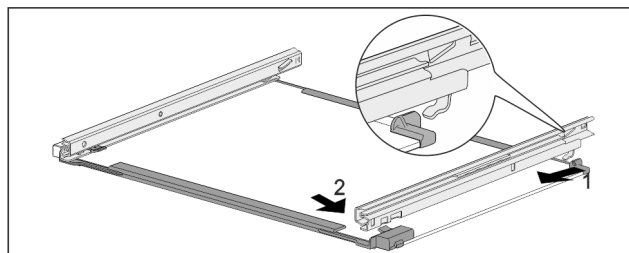

Fig. 174 Płyta szklana z szynami
- Zaczepić szynę z tyłu. Fig. 174 (1)
- Zazębić szynę z przodu. Fig. 174 (2)